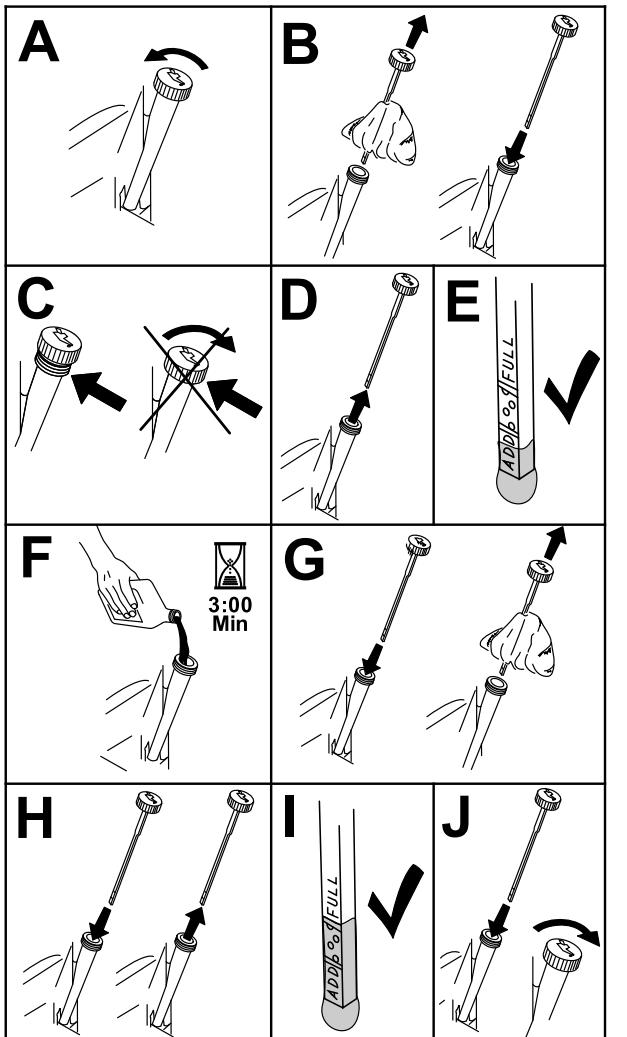

Bild 61
3. Reinigen Sie den Bereich um den Ölfüllstutzendeckel bzw. den Peilstab vor dem Abnehmen, damit kein Schmutz oder Schnittgut usw. in den Motor gelangt (Bild 61).